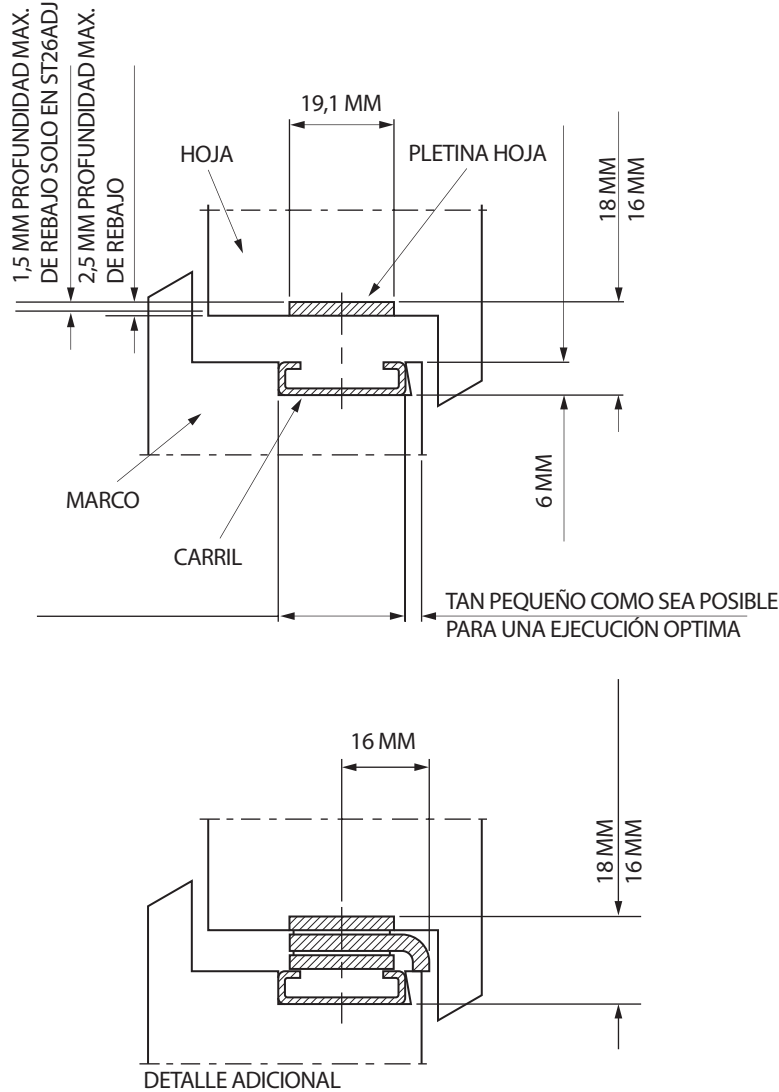

Fig. 1
- 2.1.11.1 Posicione el brazo del compás del lado del marco contra alguna zona específica del perfil preparada para dicho cometido o en el canal del marco. Si el marco no tiene características para la ubicación del compás, determine la posición correcta cogiendo como referencia el manual de fabricación del extrusionador del perfil. (Ver fig. 1 en 2.1.2).